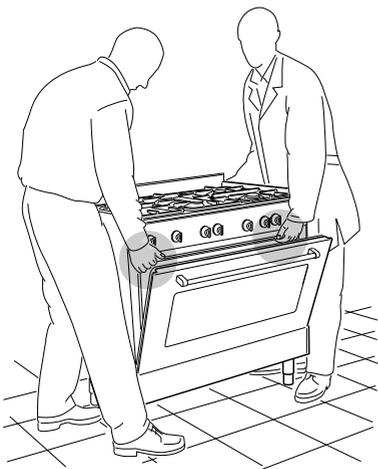

Fig. 8.4
**ATTENZIONE:** La cucina deve essere sempre raddrizzata da due persone per evitare di danneggiare i piedi (fig. 8.4).
**ATTENZIONE:** Quando si sposta la cucina nella sua posizione definitiva, **NON TRASCINARLA** (fig. 8.6), ma sollevare i piedi dal pavimento (fig. 8.4).